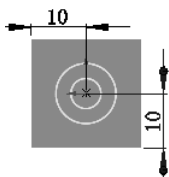

图 5.10.8 添加尺寸约束
(2) 建立尺寸约束。在“草图”选项卡中单击  按钮，创建如图 5.10.8 所示的尺寸约束。